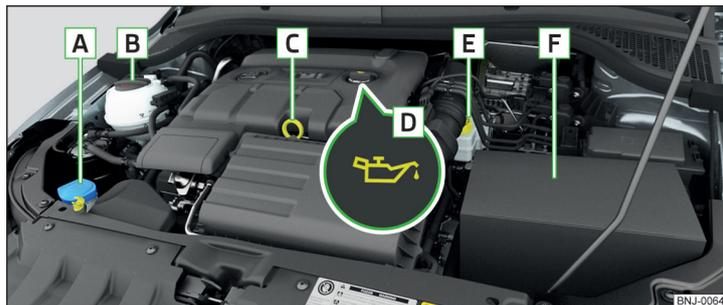

Abb. 168 Anordnungsbeispiel im Motorraum
- Den Deckel der Motoröleinfüllöffnung **D** abschrauben » Abb. 168 auf Seite 146.